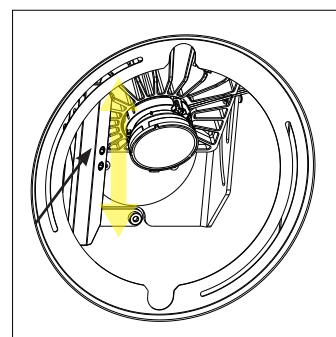

fig. 20 (inclinaison)
- À l'aide de l'outil hexagonal de 4 mm, utilisez la commande d'inclinaison pour viser l'émetteur (voir fig. 20).